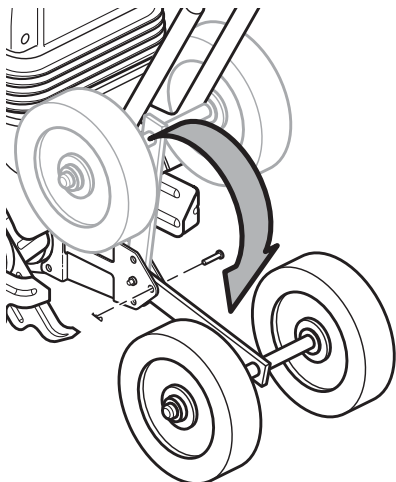

Figure 6 - Réglage de l'assemblage des roues en position de déplacement
2. Faire pivoter l'assemblage des roues vers le bas de telle sorte que le trou de l'assemblage s'aligne avec le trou central du support de fixation comme le montre la figure 6.
3. Insérer la clavette dans le trou comme illustré par la figure 6, et engager la goupille sur la clavette. Les roues sont maintenant montées en position de déplacement.